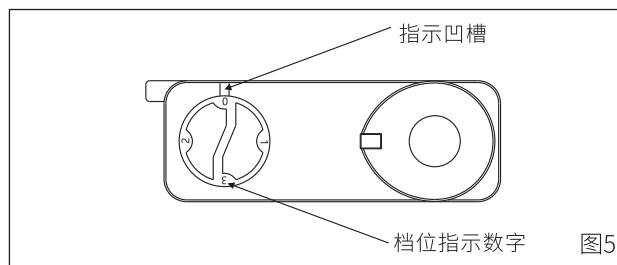

图5
6.调整档位调节旋钮，当指示箭头对准那个数字及那个档位被接通（图5）；